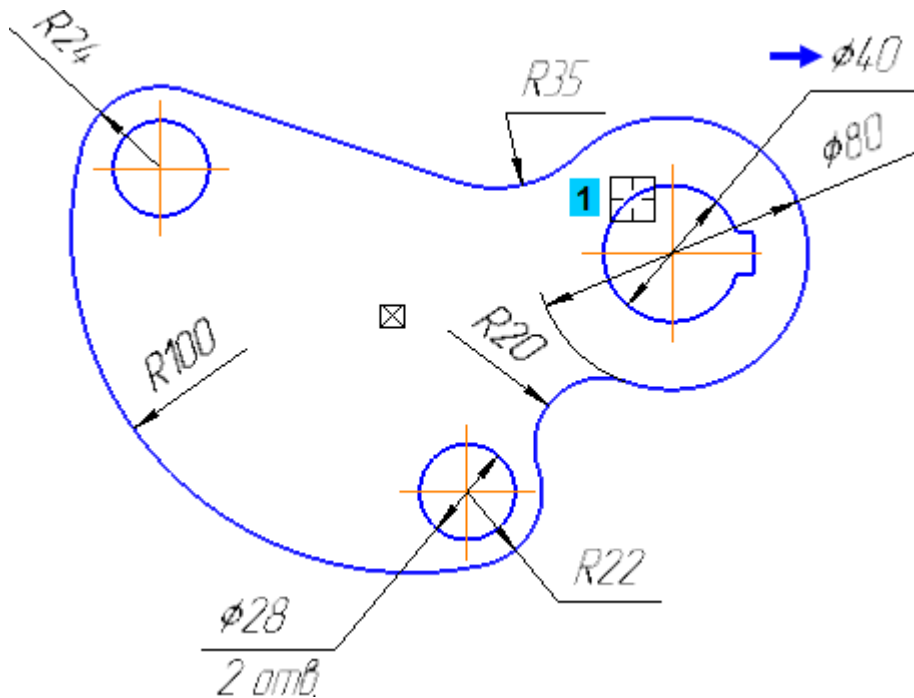

Рисунок 26.
- Таким же образом создайте диаметральный размер для внутренней дуги (курсор 1) (рис. 26). Размерную надпись расположите на полке.